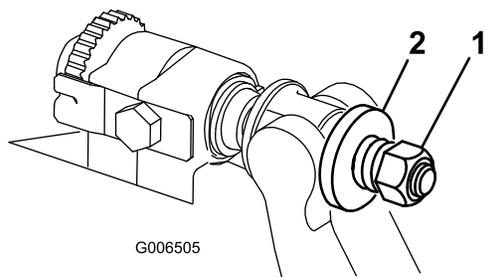

Рисунок 32
4. Затягивайте гайку натяжения пружины до полного сжатия пружины, после чего ослабьте на ½ оборота (Рисунок 32).